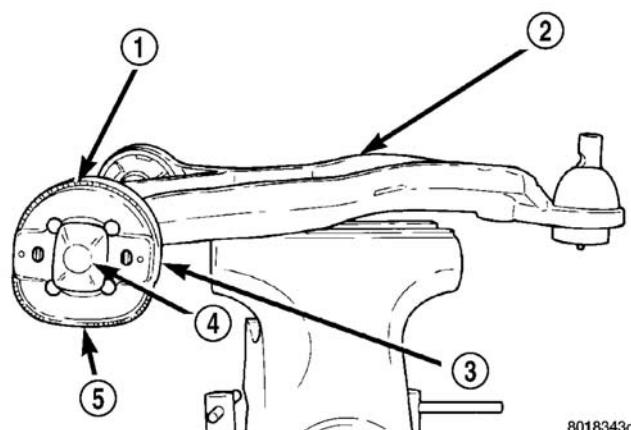

图 25 正确安装的下控制臂衬套
(1) 在下控制臂后衬套孔内，涂抹 Mopar® Silicone SprayLube（Mopar® 硅胶喷射润滑油）或同等产品。这有助于将衬套安装到下控制臂内。
(2) 用虎钳牢固夹住下控制臂，将衬套安装至下控制臂。推晃衬套，使其完全装到下控制臂上。安装衬套时，务必使其超过下控制臂的粗端（图 25）。
(3) 正确安装的下控制臂后衬套，其位置应如图所示（图 25）。